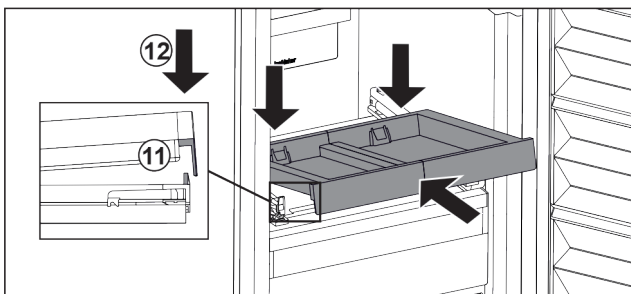

Fig. 100
- ▶ 倾斜推入。确保两侧的挡块位于卡舌后面。 Fig. 100 (11)
- ▶ 放下拉出式搁板前部。 Fig. 100 (12)